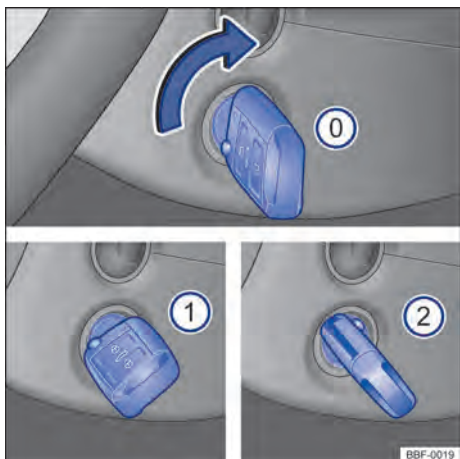

Fig. 92 Ao lado do volante, à direita: posições da chave do veículo no cilindro da ignição.
Posições da chave do veículo → Fig. 92
- 2 Pisar no pedal do freio e ligar o motor. Quando o motor pegar, soltar a chave da ignição. Ao soltar, a chave do veículo retorna à posição → Fig. 92 1.
- *Veículos com cilindro da ignição:* girar a chave do veículo na posição → Fig. 92 . A ignição está ligada.
- *Veículos com cilindro da ignição:* girar a chave do veículo no cilindro da ignição para a posição → Fig. 92  – não acelerar. Quando o motor começar a funcionar, soltar a chave do veículo no cilindro da ignição.
- *Veículos com cilindro da ignição*: girar a chave do veículo no cilindro da ignição na posição → Fig. 92 .